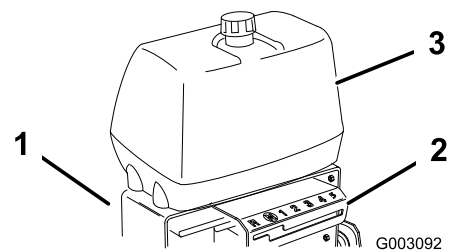

Figura 4
2. Deslice la chapa de la palanca de cambios sobre la palanca de cambios y por debajo del bastidor trasero (Figura 4).
3. Alinee el depósito de combustible con la parte superior del bastidor trasero (Figura 4).